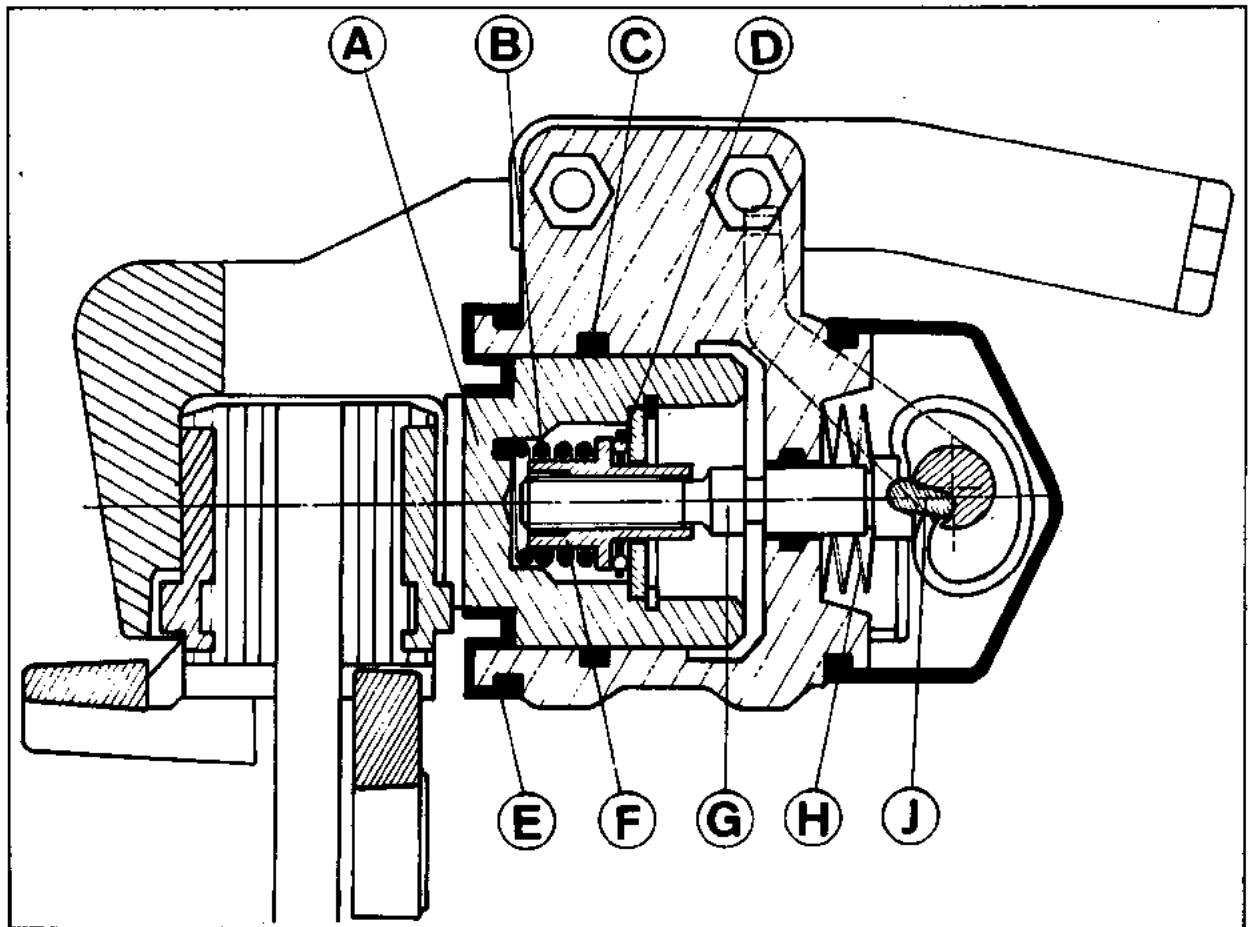

Fig. 2
De zwevende remklauw omvat (fig.2):
- Een beweegbare zuiger (A) (fig.2), voorzien van een automatisch instelmechanisme voor de vrije slag van de mechanische bediening.
- Een in een boringgroef aangebrachte afdichtring (C).
- Een stofkap (E) voor de zuiger.
WERKING (Fig. 2)